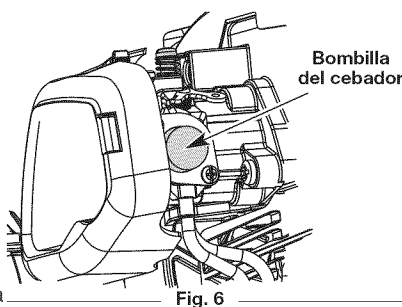

Fig. 6
3. Oprima completamente el cebador y suéltelo 10 veces. Hágalo lentamente. Se deberá ver un poco de combustible en el cebador y en las tuberías de alimentación de combustible (Fig. 6). Si no puede ver el combustible en el cebador, oprímalo y suéltelo tantas veces como sea necesario hasta que vea combustible en el mismo.
3. Oprima completamente el cebador y suéltelo 10 veces. Se deberá ver un poco de combustible en el cebador y en las tuberías de alimentación de combustible (Fig. 6). Si no puede ver el combustible en el cebador, oprímalo y suéltelo tantas veces como sea necesario hasta que vea combustible en el mismo.